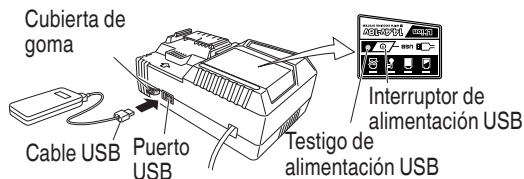

Fig.10
- (2) Encienda el enchufe de alimentación USB (Fig. 10)
- (3) Conecte el cable USB. (Fig. 10)
- Apague el interruptor de alimentación USB y desenchufe el cable de alimentación de la toma de alimentación eléctrica. (Fig. 10)